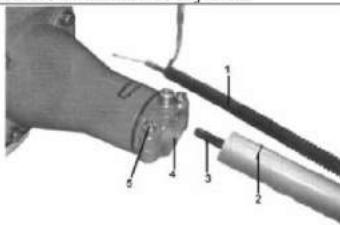

Fig.E2
4. Empuje el tubo inferior hacia la mordaza de tubo y gírelo a mano y verifique que las ranuras del eje principal engranan en el cabezal mecánico. Véase la Fig.E2
- Fig.E2